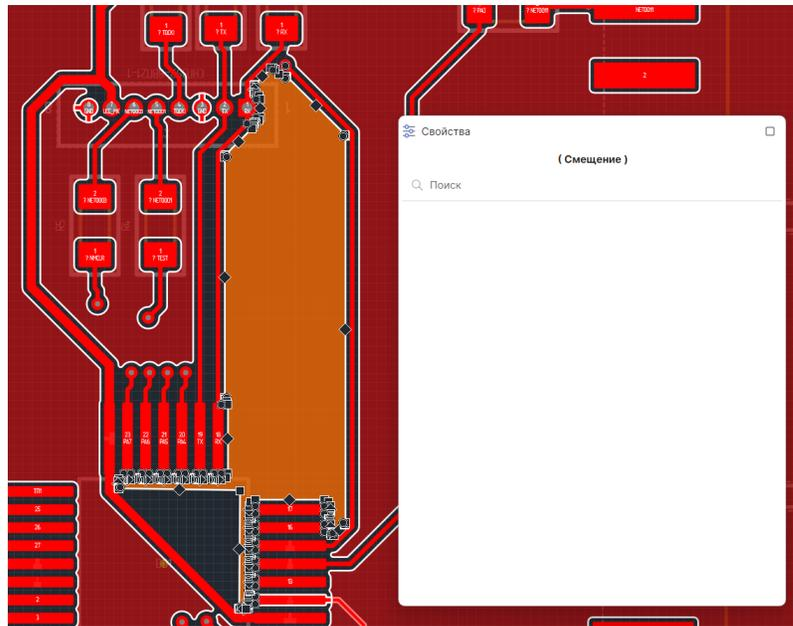

Рис. 500 Изменение геометрии островка металлизации
3. Измените геометрию острова, перемещая точки трансформации, см. Рис. 500.